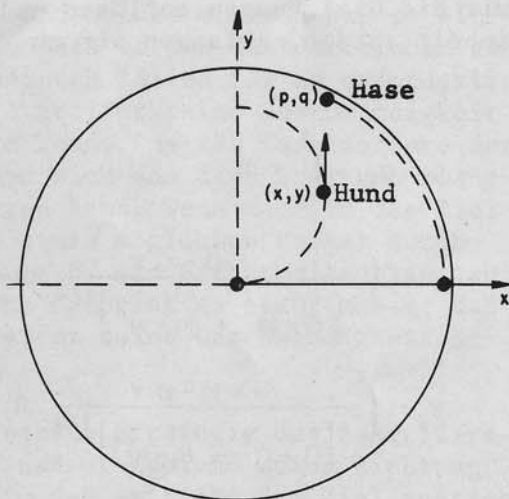
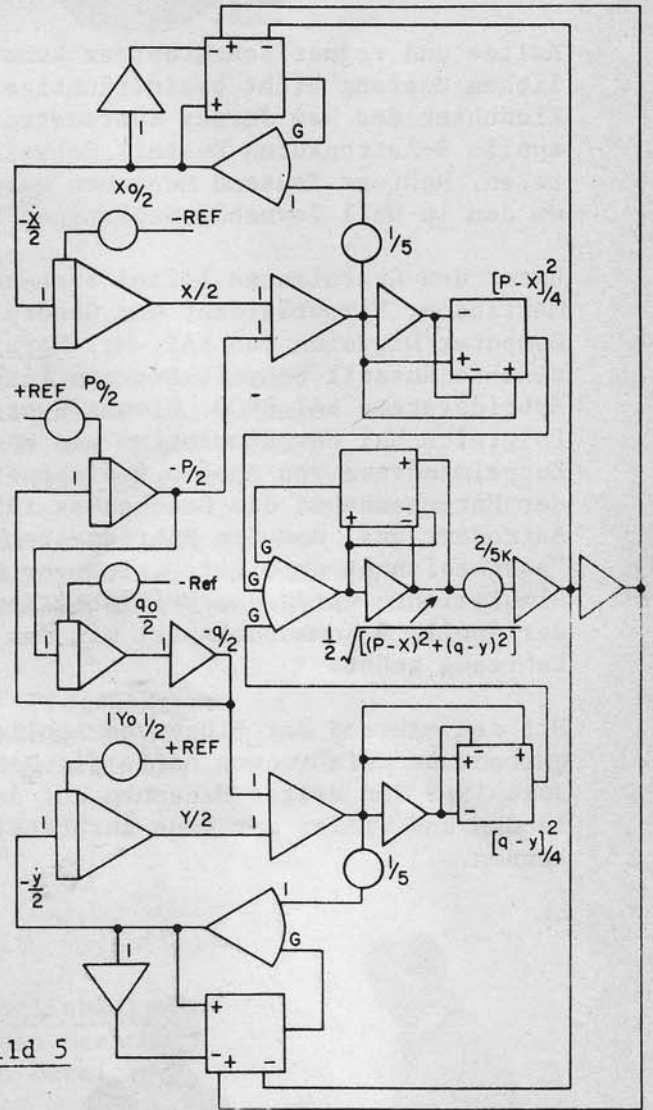

Bild 3
Bild 5
2. Fall: Jagd vom Zentrum eines Kreisfeldes aus (Bild 3)
Programmieren Sie Ihren Rechner entsprechend Bild 5, das die Schaltung des in Bild 3 dargestellten Problems zeigt. Die Geschwindigkeit v des Hasen wird zu 1 angenommen.